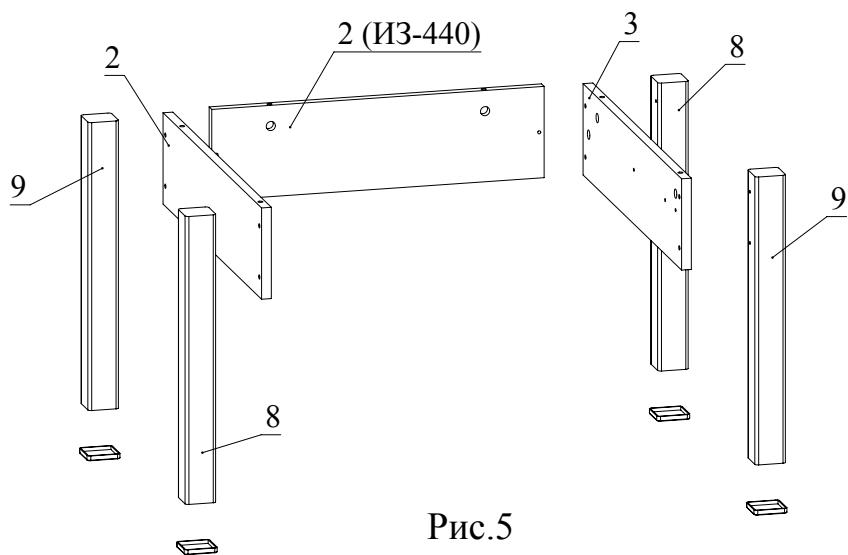

Рис.5
3. С помощью конфирматов прикрепите детали 8, 9 к деталям 2 и 3 согласно схемы (Рис. 5). Установите деталь 2 от ИЗ-440 на детали 2, 3 и зафиксируйте, повернув конфирматным ключом головки минификсов по часовой стрелке до упора (Рис. 5). Установите накладки для профиль-ножек на детали 8 и 9 (Рис. 5).